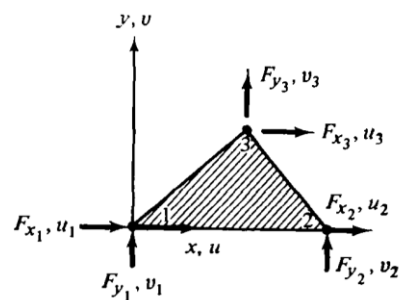

Рис. 5.4. Матрица жесткости изотропного плоско-напряженного треугольного элемента с постоянной деформацией внутри элемента.
$\begin{Bmatrix} F_2 \\ M_1 \end{Bmatrix} = \frac{L}{6EI} \begin{bmatrix} 2L^2 & -3L \\ -3L & 6 \end{bmatrix} \begin{Bmatrix} w_2 \\ \theta_1 \end{Bmatrix}.$  <p>Рис. P2.2.</p> <p>3. Ниже вписана матрица податливости для треугольного пластинчатого элемента, находящегося в плоском напряженном состоянии (рис. P2.3). Вычислите матрицу жесткости элемента и проверьте правильность полученного результата, сравнивая ее с матрицей жесткости, показанной на рис. 5.4.</p> $\begin{Bmatrix} u_2 \\ u_3 \\ v_3 \end{Bmatrix} = \frac{2}{Et x_2 y_3} \begin{bmatrix} x_2^2 & x_2 x_3 & -\mu x_2 y_3 \\ x_2 x_3 & 2(1 + \mu) y_3^2 + x_3^2 & -\mu x_2 y_3 \\ -\mu x_2 y_3 & -\mu x_2 y_3 & y_3^2 \end{bmatrix} \begin{Bmatrix} F_{x_1} \\ F_{x_3} \\ F_{y_3} \end{Bmatrix}$  <p>Рис. P2.3.</p>
8. Проверьте выполнение условий равновесия для третьего и четвертого столбцов матрицы жесткости треугольного элемента, находящегося в плоском напряженном состоянии (см. рис. 5.4).